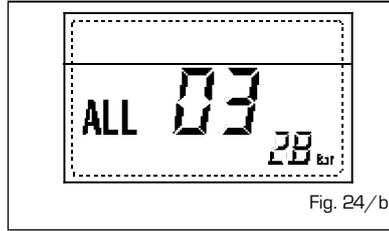

Fig. 24/b
- ANOMALÍA SONDA SANITARIO "AL 04" (fig. 24/c)